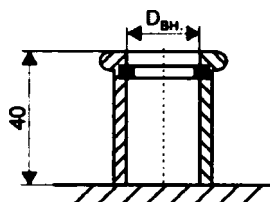

Рис. 8.43.
Вакуумная магистраль в зависимости от вакуумного агрегата и количества стоматологических установок должна быть выполнена из труб $D = 32$ (40, 50) мм, заканчивающихся муфтой с $D_{вн.} = 32$ (40) мм, (см. рис. 8.43 и инструкцию на соответствующий вакуумный агрегат).
Канализационная магистраль должна быть выполнена из труб $D=40$ (50) мм, заканчивающихся муфтой с $D_{вн.}=40$ (50) мм (см. рис. 8.43).